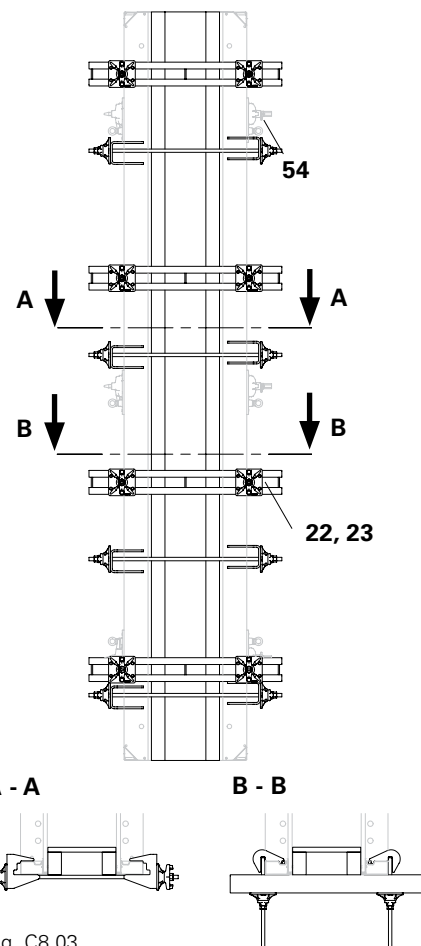

Fig. C8.03
- Allineatore TAR 85 o MAR 85 (22)
- Tenditore TS con piastra dado orien. (23)
- Attacco AH con tirante e piastra con dado orien. (54) (Fig. C8.03)